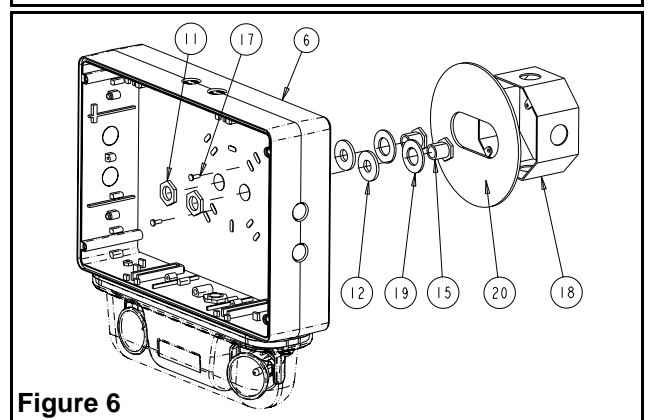

Figure 6
- a. Retirer la plaque arrière de l'emballage. Choisir les trous défonçables appropriés au montage à une boîte de jonction (voir figure6).
- d. Assembler les pièces 11, 12, 15 et 19 à la plaque arrière, tel qu'illustré à la figure 6, puis installer la plaque arrière au cadre à l'aide des vis inviolables (utiliser l'embout de tournevis fourni).